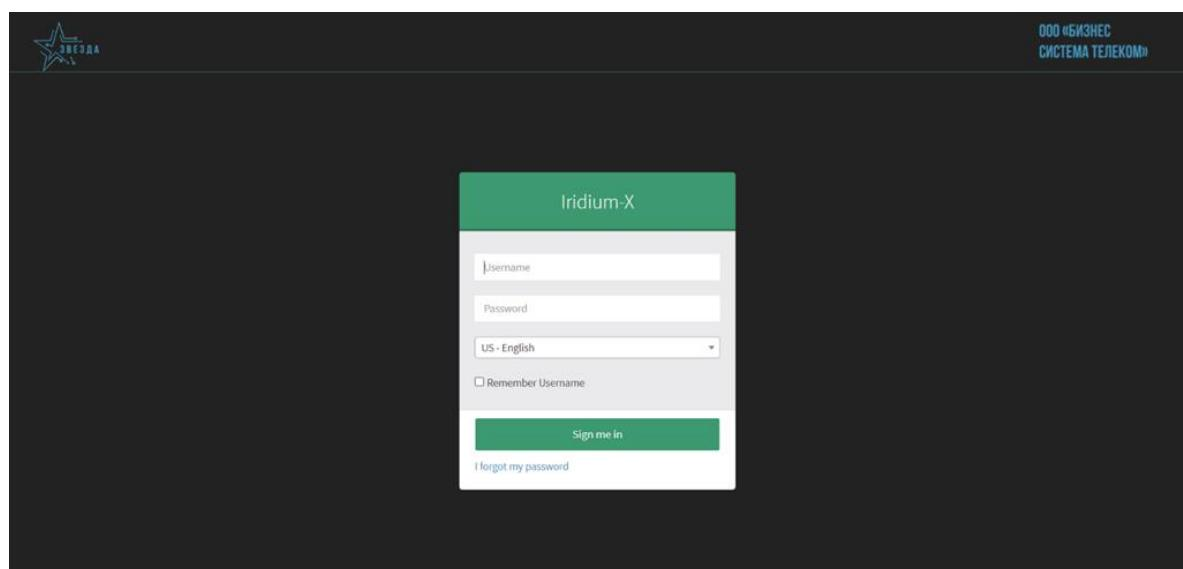

Рисунок 35 – Окно авторизации
2. Введите логин **admin** и пароль **lrldlum-x**, и нажмите клавишу **Enter** (см. Рисунок 35).